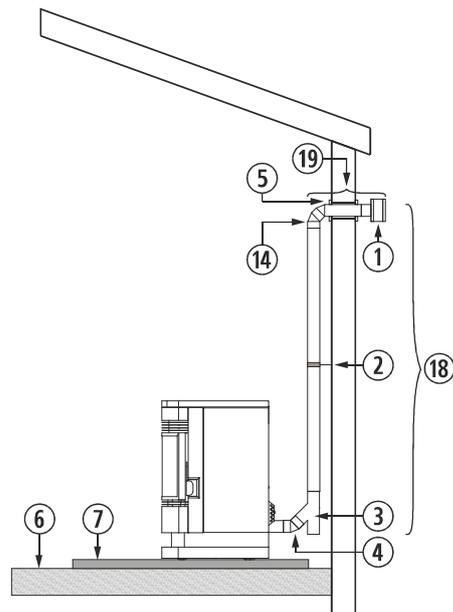

Figura 8
**4.26.** L'installazione di una stufa ad incasso in un caminetto può essere realizzata in completa totalità in un tubo flessibile, così come è indicato nella *figura 8*. Dobbiamo prestare speciale attenzione al momento di realizzare l'isolamento tra il caminetto e il tubo di fuoriuscita di gas per evitare possibili arretramenti di gas in caso di tormenta.
②	Collare di fissaggio in acciaio inox.
③	Giunto a "T" a 135° con filtro.
⑥	Pavimento in legno.
⑦	Protezione non infiammabile.
⑩	Tubo in acciaio inossidabile flessibile.
⑪	Manicotto d'unione tra flessibile e rigido.
⑫	Isolante anti -arretramento.
⑮	Minimo 200mm.
⑯	Deve superare di 1 metro il tetto.
⑰	Se superiore a 4m aumentare le dimensioni.